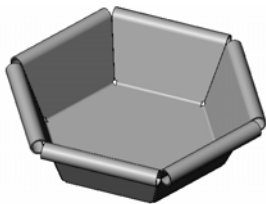

图 9-148 生成的褶边
⑦ 生成“褶边”特征。选择菜单栏中的“插入”→“钣金”→“褶边”命令，或者单击“钣金”工具栏中的“褶边”图标，系统弹出“褶边”属性管理器，单击如图 9-147 所示的边作为添加褶边的边线，单击“材料在内”图标，单击“滚轧”图标，键入如图所示的角度数值和半径数值，其他设置默认，单击“确定”图标，生成褶边如图 9-148 所示。